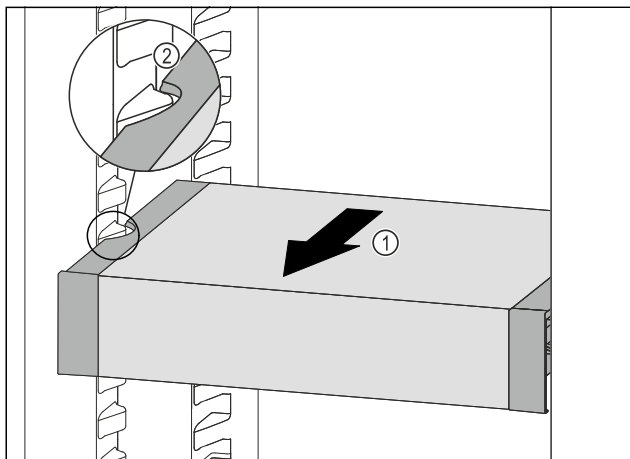

Fig. 104
- Húzza előrefelé a VarioSafe fiókot annyira Fig. 104 (1), hogy a VarioSafe oldalsó kivágásai a hűtőrészben a tartóborda magasságában legyenek. Fig. 104 (2)